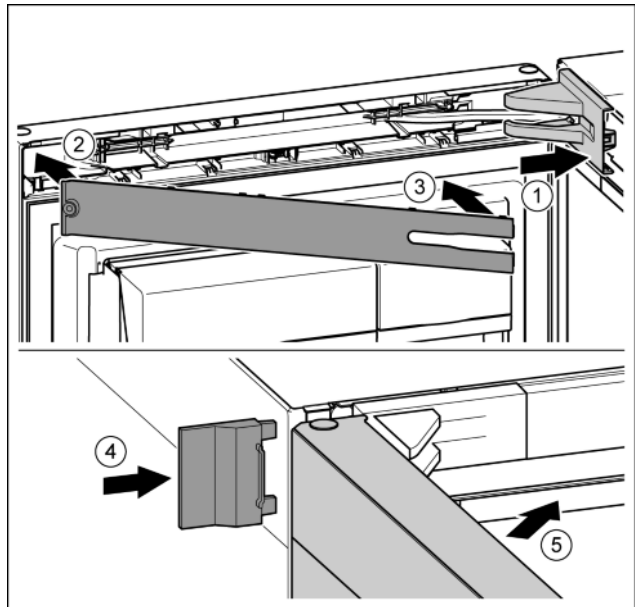

Fig. 24
- ▶ Крышку опорного кронштейна установить и зафиксировать, при необходимости, осторожно разжать. Fig. 24 (1)
- ▶ Установить накладку. Fig. 24 (2)
- ▶ Наклонить и защелкнуть накладку. Fig. 24 (3)
- ▶ Надвинуть внешнюю крышку. Fig. 24 (4)
- ▶ Закрыть верхнюю дверь. Fig. 24 (5)